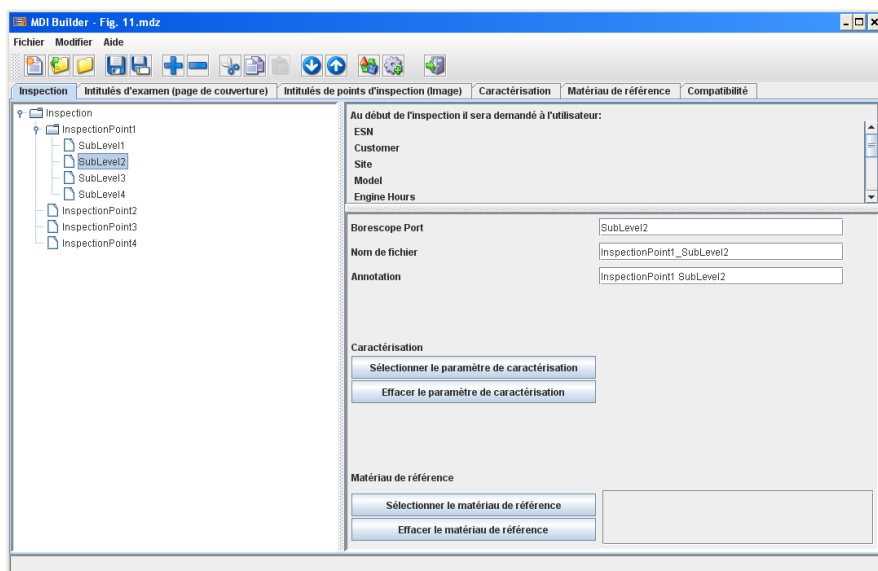

Figure 19 : Noms de fichiers et annotations attribués automatiquement
MDI Builder crée automatiquement vos noms de fichiers, basés sur la structure de votre arborescence d'inspection. Par exemple, on peut voir *Figure 19* ci-dessous que le premier niveau de l'arborescence d'inspection est « *Point d'inspection1* » (1) et que le second niveau en surbrillance est « *Point d'inspection2* » (2). Le nom de fichier qui est automatiquement attribué à ce point d'inspection est « *PointInspection SousNiveau2XXX* » (3) et le nom d'annotation qui y est automatiquement attribué est « *PointInspection1 SousNiveau* » (4).